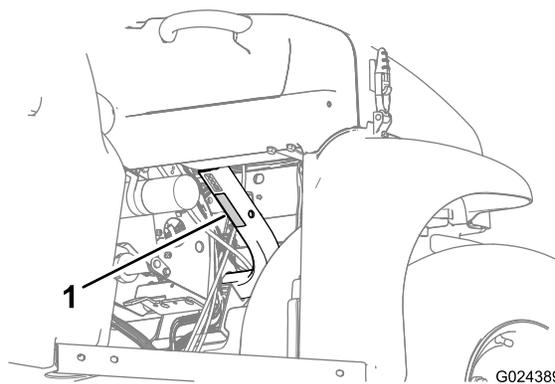

Figure 19
- Respectez la capacité de charge nominale de la machine et limitez le poids de la charge transportée sur le plateau comme décrit dans Caractéristiques techniques \(page 17\) et indiqué sur l'étiquette du poids total en charge de la machine (Figure 19).